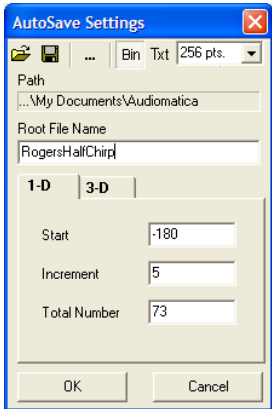

Fig.5.3a Impostazioni Autosave – Modalità 1D
**Path** definisce la cartella di salvataggio; è possibile sceglierla cliccando sul bottone *browse for folder (...)*. In Fig.5.3a si può notare *path* definito come My Documents\Audiomatica
**Root File Name** definisce la parte fissa del nome durante l'autosave; in Fig.5.3a è 'RogersHalfChirp'.